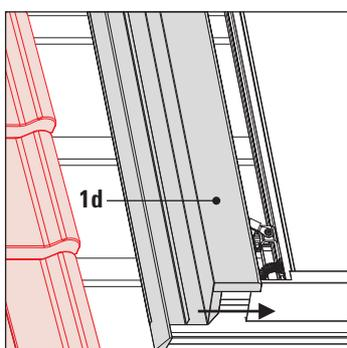

Fig. 3-47 Étape 7
7. Introduire la pièce gauche latérale (1d) dans le panneau pare-vue et fixer sur le profilé du capteur. Enclencher la pièce latérale gauche (1d) en appuyant en direction du toit et en la poussant simultanément en direction du capteur plan (fig. 3-47).